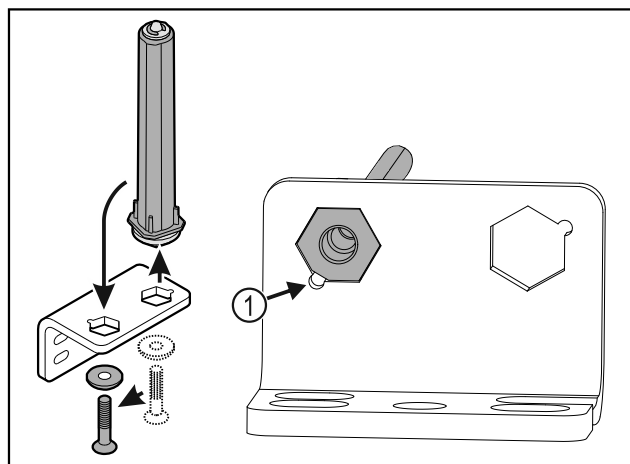

Fig. 36
- ▶ При поставянето внимавайте за това, скосяването на болта Fig. 36 (1) да сочи към кръглия отвор.